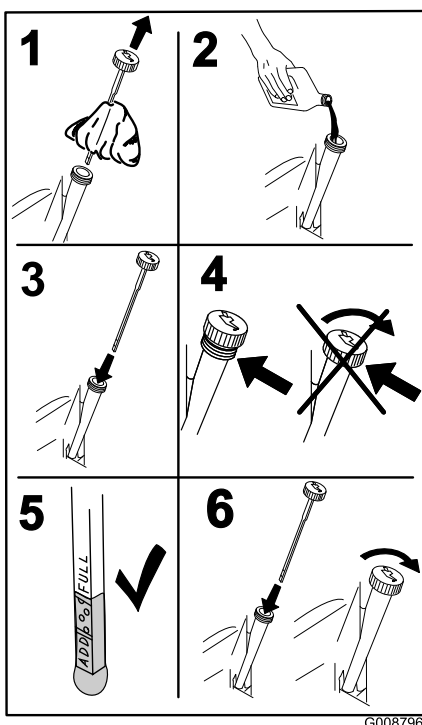

Bild 34
7. Gießen Sie langsam ungefähr 80 % der angegebenen Ölsorte in den Einfüllstutzen und füllen Sie dann vorsichtig mehr Öl ein, um den Ölstand an die **Voll**-Markierung zu bringen (**Bild 34**).